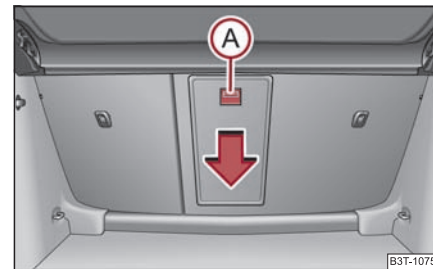

Fig. 121 Coffre à bagages: Touche de déverrouillage
- Poussez la touche de déverrouillage (A) vers le bas ⇒ page 103, fig. 121 et rabattez le couvercle (avec l'accoudoir) vers l'avant.
- Remontez le couvercle et l'accoudoir à fond - on doit entendre le déclic du couvercle qui se ferme. La zone rouge au-dessus de la touche de déverrouillage (A) ne doit alors plus être visible depuis le coffre à bagages ⇒ page 103, fig. 121.